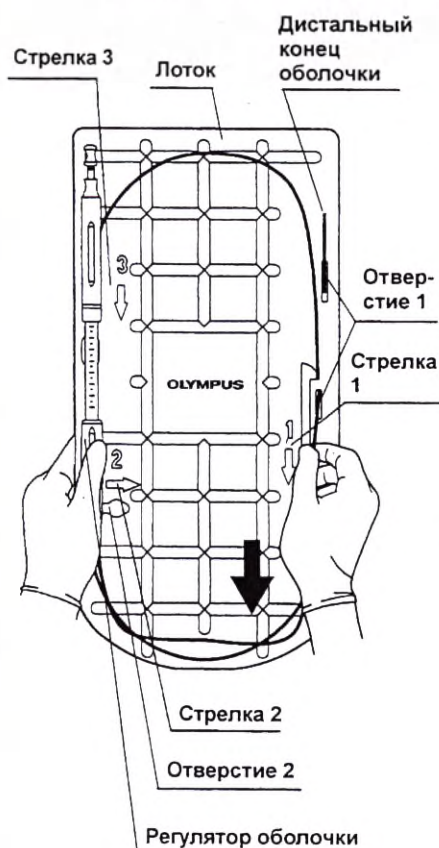

Рис. 1
1. Возьмитесь за лоток и регулятор оболочки (см. Рис. 1). Потяните оболочку в направлении стрелки 1 на лотке (черная стрелка на Рис. 1) и вытяните дистальный конец оболочки из его отверстия 1 в лотке.